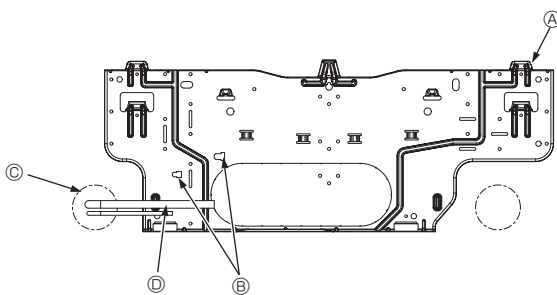

Fig. 3-5
3.3. Խողովակները պատի մեջ զետեղելը (Fig. 3-5)